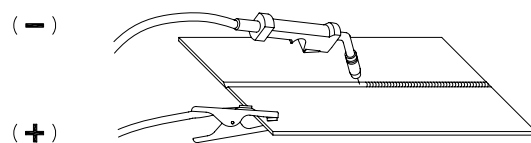

ABB. 13
Das Massekabel am – (Minus) Pol des Gerätes (Fig. 13).
- Beim Schweißen ohne Gas wird der Schweißbrenner am – (Minus) Pol des Gerätes angeschlossen. Das Massekabel am + (Plus) Pol des Gerätes (Fig. 13).